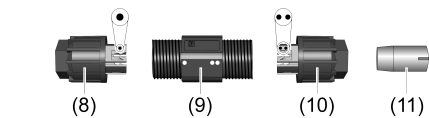

Bild 6: Anschluss-Set 100006006
- i** Zum Versiegeln der Ausgangsleitung Dichtstopfen (11) und Überwurfmutter (10) mit Zwei-Punkt-Markierung aus dem Anschluss-Set verwenden (Bild 6).
- i** Zum Anschluss der Zuleitung Kontaktträger (9) und Überwurfmutter (8) mit Ein-Punkt-Markierung aus dem Anschluss-Set verwenden (Bild 6).